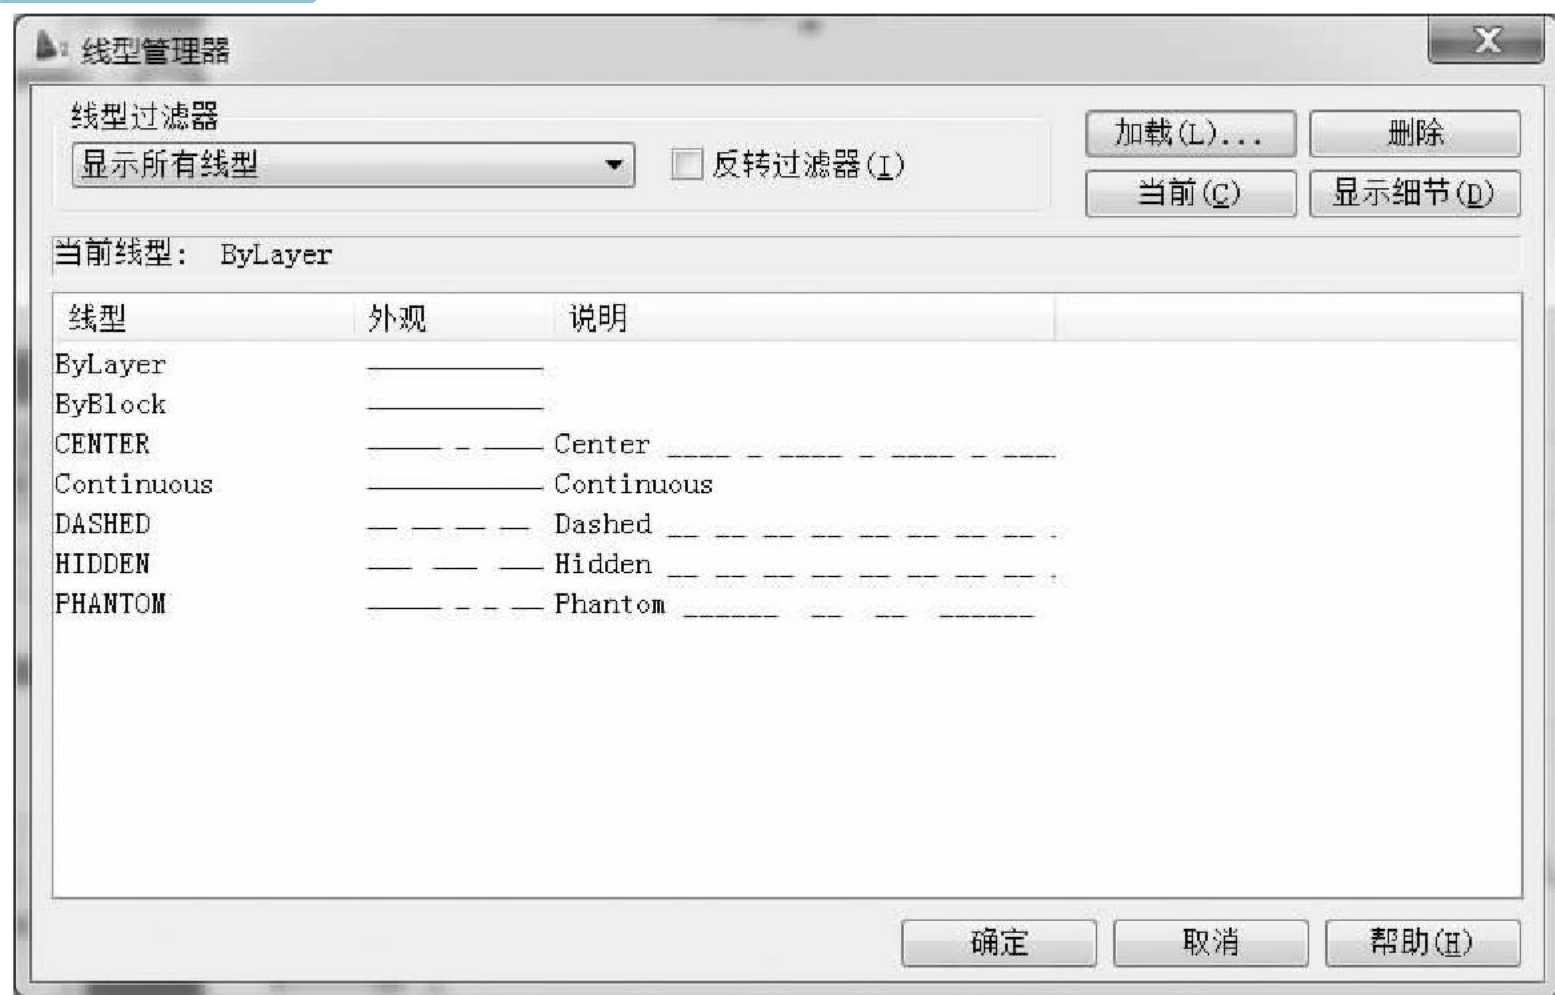

图 4-6 【线型管理器】对话框
(2) 加载点划线“CENTER2”线型。
① 单击下拉菜单栏中的【格式】|【线型】命令，弹出【线型管理器】对话框。
② 单击【加载】按钮，弹出【加载或重载线型】对话框，如图4-5所示。从【可用线型】列表框中选择“CENTER2”线型，单击【确定】按钮，返回【线型管理器】对话框，从该对话框的列表中选择“CENTER2”线型，并单击【当前】按钮，即可将当前线型设置为CENTER2线型。将【全局比例因子】的值改为100。【线型管理器】对话框如图4-6所示。